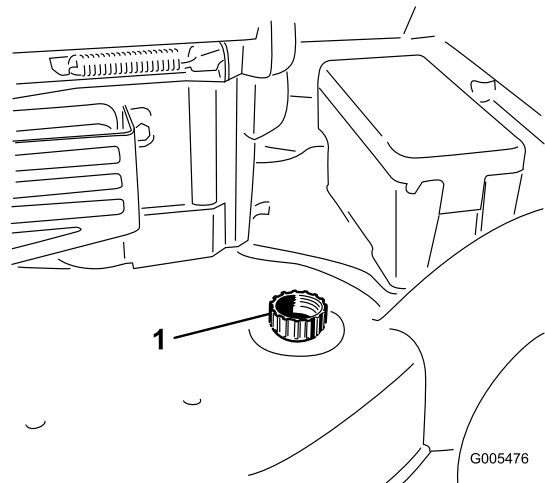

Bild 43
3. Befestigen Sie einen Gartenschlauch, der an einen Wasserhahn angeschlossen ist, am Spülanschluss am Rasenmähergehäuse (Bild 43).